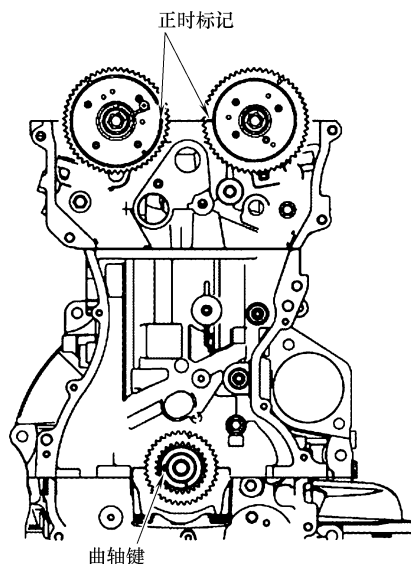

图 28-4 VVT 链轮正时标记和
1) 按照图 28-4 所示，对齐 VVT 链轮的正时标记。
2) 将曲轴链轮上的曲轴键与图 28-4 所示位置对齐。